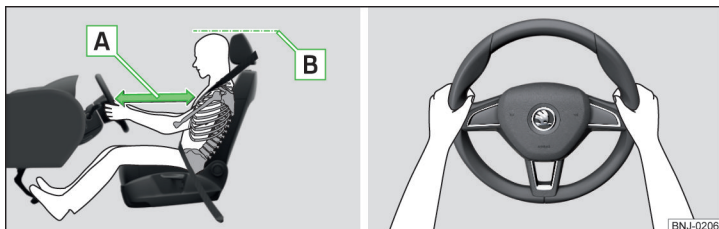

Abb. 18 Richtige Sitzposition des Fahrers / Richtige Lenkradhaltung
- ✓ Das Lenkrad so einstellen, dass der Abstand zwischen Lenkrad und Brustbein mindestens 25 cm beträgt » Abb. 18 - **A**.
- ✓ Die Kopfstütze so einstellen, dass die Oberkante der Kopfstütze sich möglichst auf einer Höhe mit dem oberen Teil Ihres Kopfes befindet (gilt nicht für Sitze mit integrierter Kopfstütze) » Abb. 18 - **B**.
- Während der Fahrt das Lenkrad mit beiden Händen seitlich am äußeren Rand in der „9-Uhr“- und „3-Uhr“-Position festhalten » Abb. 18. Niemals das Lenkrad in der „12-Uhr“-Position oder in einer anderen Art und Weise festhalten (z. B. in der Lenkradmitte, am inneren Lenkradrand u. Ä.). Anderenfalls könnte man sich bei der Airbagauslösung schwere Verletzungen an Armen, Händen und Kopf zuziehen.
- ✓ Die Kopfstütze so einstellen, dass die Oberkante der Kopfstütze sich möglichst auf einer Höhe mit dem oberen Teil Ihres Kopfes befindet » Abb. 18 auf Seite 24 - **B** (gilt nicht für Sitze mit integrierter Kopfstütze).
» Abb. 18 auf Seite 24 - **B**.